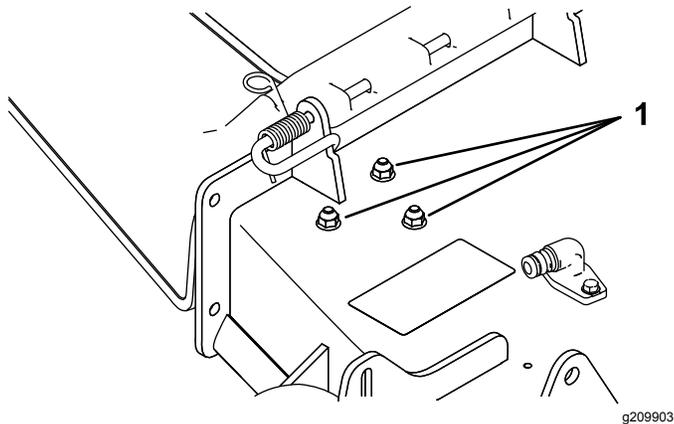

Bild 5
1. Nehmen Sie die Muttern und Schrauben von der in Bild 5 dargestellten Stelle ab.